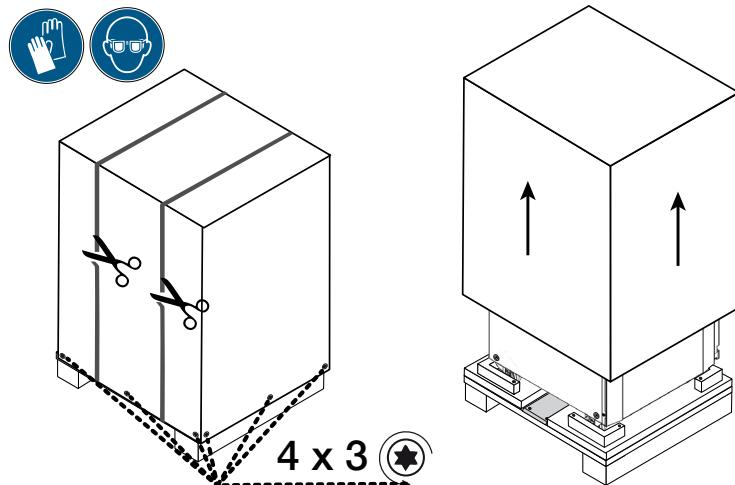

Abbildung 1-4: Äußere Umreifungsbänder und Kartonverpackung entfernen
2. Schneiden Sie die Umreifungsbänder des Versandkartons wie in Abbildung 1-4 links dargestellt mit einer Schere durch und entfernen Sie sie.
3. Mit einem Schraubendreher entfernen Sie dann die Holzschrauben, mit denen der Umkarton bzw. die Holzkiste unten befestigt ist (4x drei Schrauben, siehe Abbildung 1-4).
4. Heben Sie den Umkarton bzw. die Holzkiste wie in Abbildung 1-4 rechts dargestellt nach oben von der Zentrifuge ab.